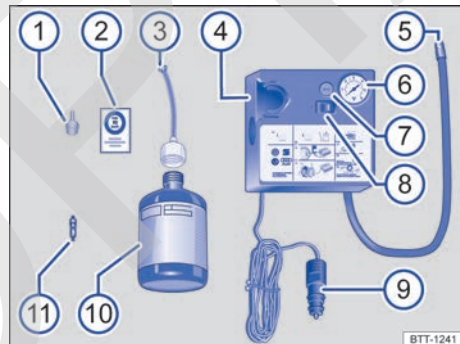

Fig. 175 Representación esquemática: componentes del kit reparapinchazos.
El kit reparapinchazos se encuentra en el maletero, debajo del recubrimiento del piso. Se compone de los siguientes elementos → fig. 175:
11. Pegue el adhesivo → fig. 175 ② del kit reparapinchazos en el tablero de instrumentos dentro del campo de visión del conductor.
- Desenrosque el obús de la válvula con el desmontaobuses → fig. 175 ① y deposítelo sobre una superficie limpia.
- Agite enérgicamente la botella de sellante → fig. 175 ⑩ unas cuantas veces.
- Enrosque fijamente el tubo de llenado → fig. 175 ③ en la botella de sellante en el sentido de las agujas del reloj. El precinto de la boca de la botella se perfora automáticamente.
- Retire el tapón del tubo de llenado → fig. 175 ③ e introduzca el extremo abierto en la válvula del neumático por completo.
- Enrosque nuevamente el obús en la válvula del neumático con ayuda del desmontaobuses → fig. 175 ①.
- Enrosque fijamente el tubo de inflado → fig. 175 ⑤ del compresor de aire en la válvula del neumático.
- Enchufe el conector → **fig. 175 ⑨** en una toma de corriente de 12 voltios del vehículo → pág. 120.
- Encienda el compresor de aire con el conmutador de encendido y apagado → **fig. 175 ⑧**.
- Deje en marcha el compresor hasta alcanzar una presión de 2,0 a 2,5 bares (29-36 psi/200-250 kPa) → **▲. No lo deje funcionar más de 8 minutos** → **④**.
Vuelva a enroscar el tubo de inflado → **fig. 175 ⑤** y compruebe la presión de inflado del neumático en el indicador **⑥**.